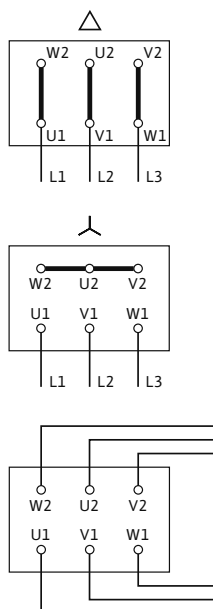

Fig. 17: Netzanschluss
Das Anschlussschema für den Elektroanschluss befindet sich im Klemmenkastendeckel (siehe auch Fig. 17).
- Der Netzanschluss ist abhängig von der Motorleistung P_2 , von der Netzspannung und von der Einschaltart. Die erforderliche Schaltung der Verbindungsbrücken im Klemmenkasten ist folgender Auflistung „Tab. 4: Belegung der Anschlussklemmen“ auf Seite 17 sowie Fig. 17 zu entnehmen.
| Direkt | Δ-Schaltung (Fig. 17 oben) | Y-Schaltung (Fig. 17 Mitte) | Δ-Schaltung (Fig. 17 oben) |
| Y-Δ-Anlauf | Verbindungsbrücken entfernen (Fig. 17 unten) | nicht möglich | Verbindungsbrücken entfernen (Fig. 17 unten) |